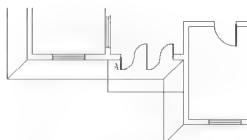

图 2.90 绘制台阶的内侧踏步线
⑥ 在指定下一个点或 [圆弧(A)/半宽(H)/长度(L)/放弃(U)/宽度(W)]: 提示下，将光标水平向右拖动，输入“3480”后按 Enter 键结束命令，结果如图 2.90 所示。